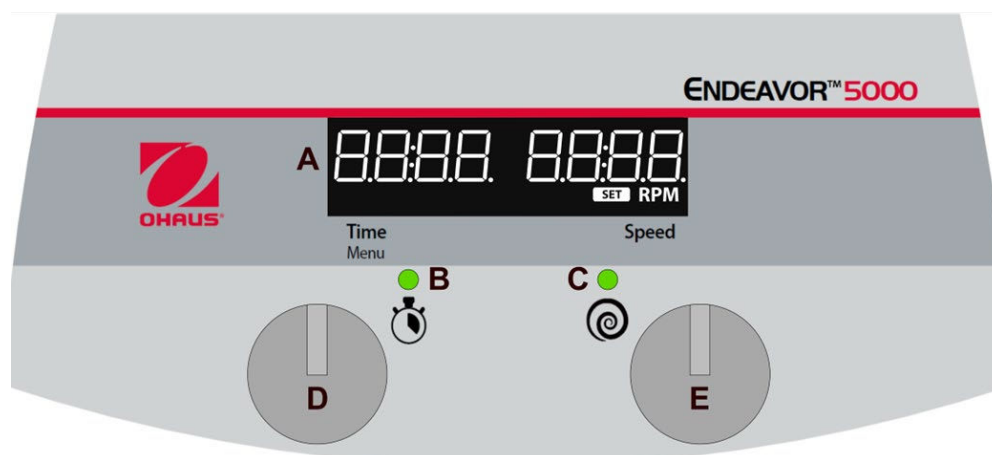

Figura 1: Pannello di controllo digitale Endeavor 5000
2. Quando il timer è impostato su un qualsiasi orario compreso tra 00:01 e 99:59, il timer conterà alla rovescia rispetto al tempo impostato una volta attivata la funzione di scuotimento e l'**indicatore di stato del timer (B)** si illuminerà.
- c. Quando il timer raggiunge le 00:00 in modalità conto alla rovescia le funzioni di scuotimento si disattivano, l'unità emette un bip 1 volta e sul display compare **"End" (A)**, Figura 1).
1. Ruotare la **manopola per la regolazione del tempo (D)**, Figura 1).
- c. Premere rapidamente la **manopola per la regolazione del tempo (D)** per selezionare il valore dei minuti
- e. Ruotare la **manopola per la regolazione del tempo (D)** per regolare il valore delle ore
- f. Premere rapidamente la **manopola per la regolazione del tempo (D)** per verificare il valore delle ore e l'impostazione del timer
1. Ruotare la **manopola per la regolazione della velocità (E, Figura 1)** sull'impostazione desiderata
1. Tenere premuta la **manopola per la regolazione della velocità (E)** finché l'unità non emette un bip e l'**indicatore dello stato di funzionamento (C, Figura 1)** non si illumina.
- In modalità inattiva, tenere premuta la **manopola per la regolazione del tempo (D)** finché non viene visualizzato "MENU"
- Premere rapidamente la **manopola per la regolazione del tempo (D)** o la **manopola per la regolazione della velocità (E)**.
- Per selezionare una condizione operativa di richiamo, tenere premuta la **manopola per la regolazione della velocità (E)** finché l'unità non emette un bip e l'**indicatore dello stato di funzionamento (C, Figura 1)** non si illumina.